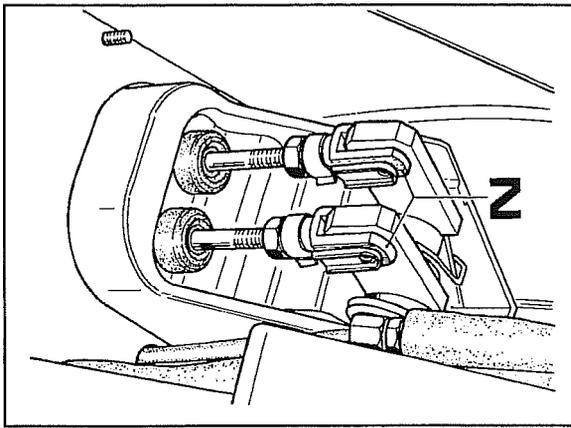

Abb. 7
- d. Die Stößel der Pumpen von den Gestängen mittels der Schaltgabeln **Z** Abb. 7 abtrennen und dann auf der Gegenseite die Schrauben losdrehen, die die Pumpen am Fahrgestell befestigen.